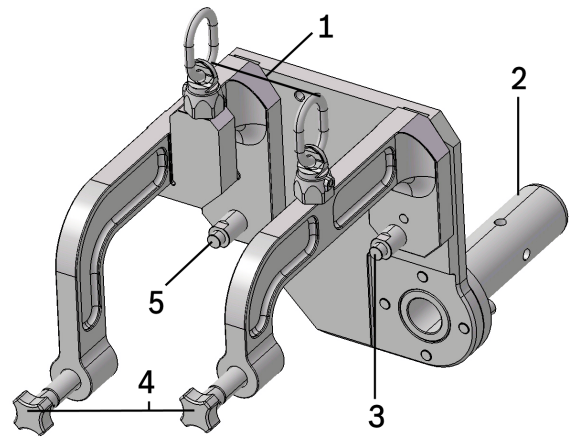

Bild 1: Getriebeaufnahme T40344
3. Den Bolzen (3) von der Getriebeaufnahme entfernen und an einem sicheren Ort aufbewahren (siehe Bild 1).